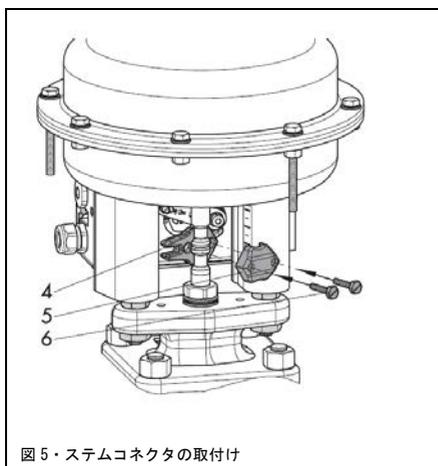

図5・ステムコネクタの取付け
3. トラベルピックアップが付いているステムコネクタクランプ(図5の4)を操作部軸の後ろ側にセットして、ネジ(6)で合いクランプ(5)を緩く固定します。